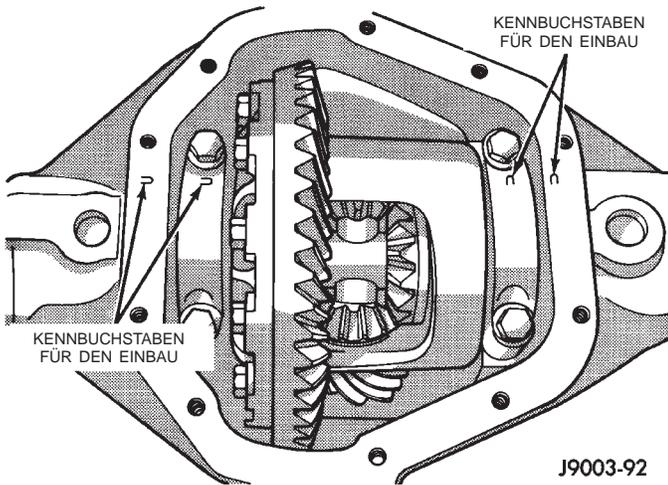

Abb. 24 Kennzeichnung der Lagerdeckel
- (1) Fahrzeug anheben und sicher abstützen.
- (2) Verschlußschraube des Differentialgehäusedeckels herausdrehen und das Getriebeöl in einen Auffangbehälter ablaufen lassen.
- (3) Die Schrauben des Differentialgehäusedeckels herausdrehen und das Getriebeöl in einen Auffangbehälter ablaufen lassen.
- (4) Radnaben/Radlager und Achswellen ausbauen.
- (5) Die Kennbuchstaben für den Einbau, die auf den Lagerdeckeln und der geschliffenen Dichtfläche des Gehäuses eingeschlagen sind, notieren (Abb. 24).